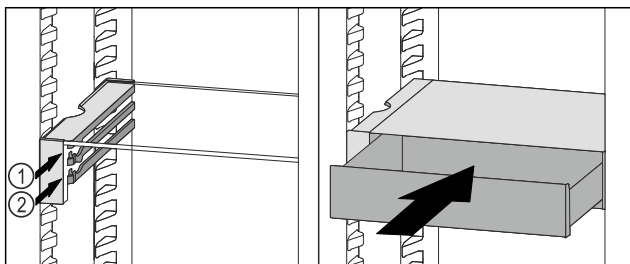

Fig. 168
- Nasadte zásuvku VarioSafe za zarážky na požadovaném žebříku Fig. 168 (1) nebo Fig. 168 (2).